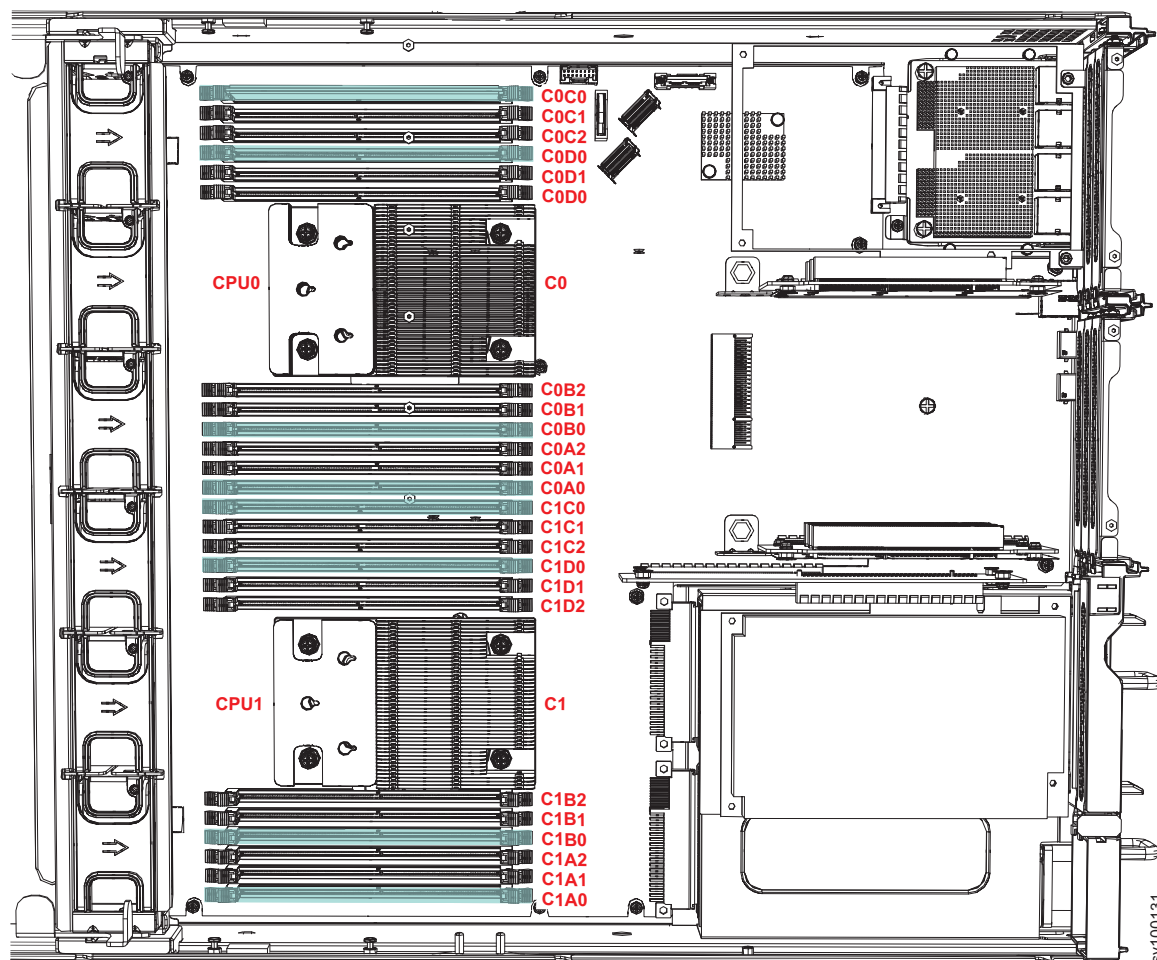

图 73. 主板上 DIMM 插槽的位置
- 请参阅第 88 页的图 73，以查找要更换的双列直插式内存条 (DIMM)。